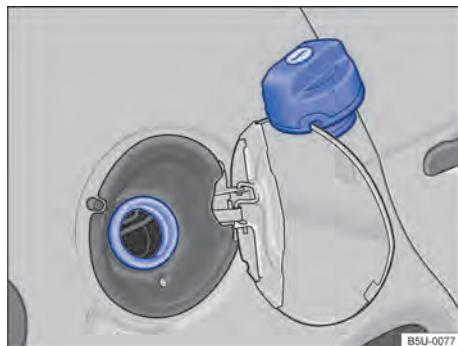

Fig. 146 Portinhola do tanque de combustível aberta com a tampa do tanque de combustível pendurada.
- Girar a tampa do tanque no sentido anti-horário e pendurá-la em cima da portinhola do tanque de combustível → **Fig. 146**.